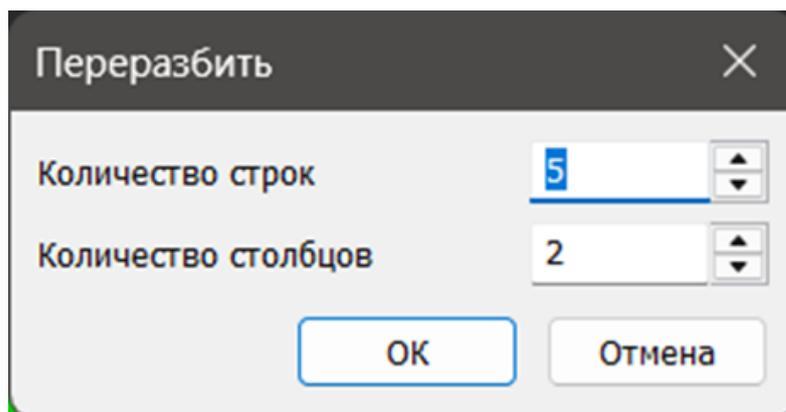

Рис. 4.37
5. В открывшемся диалоговом окне «Переразбить» ввести требуемые значения количества строк и столбцов, на которые нужно переразбить выбранные ячейки (рис. 4.37):